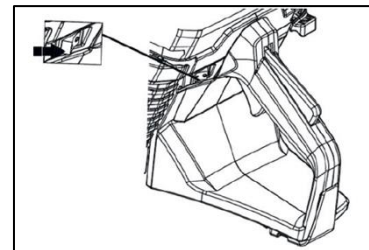

Рис. 13
1. Переведите выключатель зажигания в положение «I» (Рис. 13).